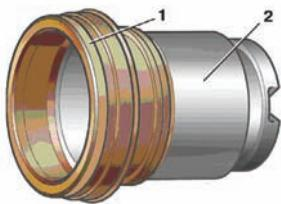

Рис. 5. Установка защитного колпака на поршень.
14. Наденьте защитный колпак 1 (см. рис. 5) на заднюю часть поршня 2, вывернув его внутреннюю кромку наизнанку.